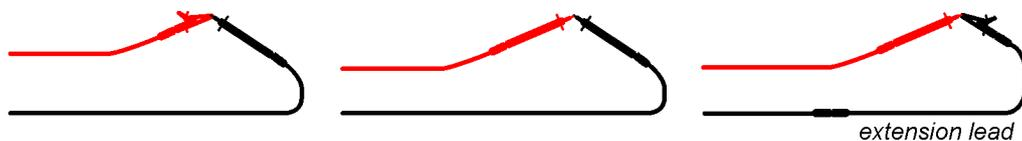

Abbildung 11.34: Kurzgeschlossene Prüflleitungen
- Schließen Sie das Prüfkabel am Gerät an, und schließen Sie die Prüflleitungen miteinander kurz (siehe **Abbildung 11.34**).